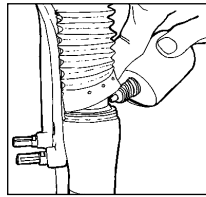

Fig. 7
1. Essuyez les surfaces externes, la zone du joint Resi-wiper et le tube supérieur. Appliquez 2 à 3 gouttes d'huile fortifiée au Téflon sur les tubes supérieurs, au niveau du joint Resi-wiper. (voir fig. 7)